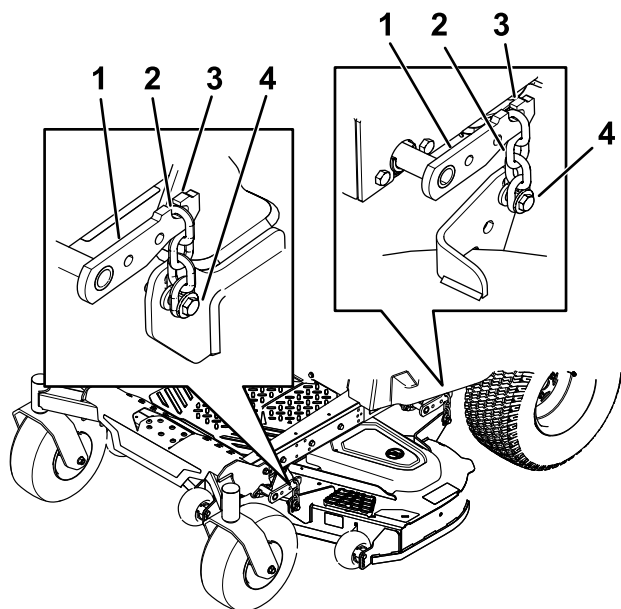

Figura 61
- Retire las cadenas de los ganchos de los brazos de elevación de la carcasa (Figura 61).
- Eleve la parte trasera de la carcasa de corte y conecte las cadenas a los brazos de elevación traseros (Figura 61).
- Conecte las cadenas delanteras a los brazos de elevación delanteros (Figura 61).